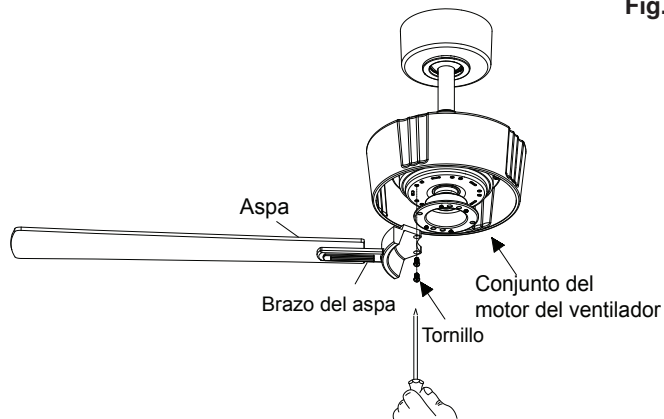

Fig. 17
**Paso 1.** Fija el conjunto del aspa al conjunto del motor del ventilador apretando el tornillo del conjunto del aspa en el conjunto del motor del ventilador. (Fig. 17)